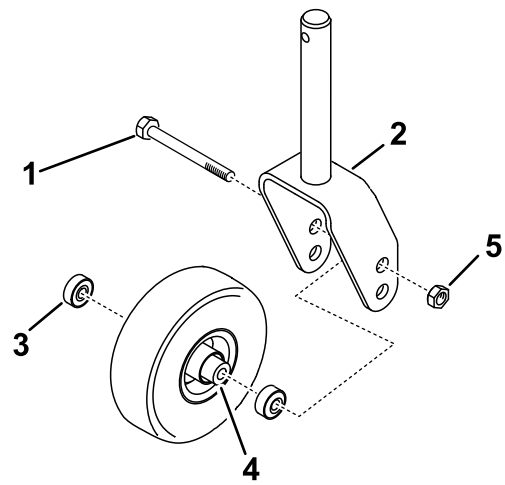

Figura 6
- Monte las ruedas giratorias en la horquilla, tal y como se muestra en la Figura 6.